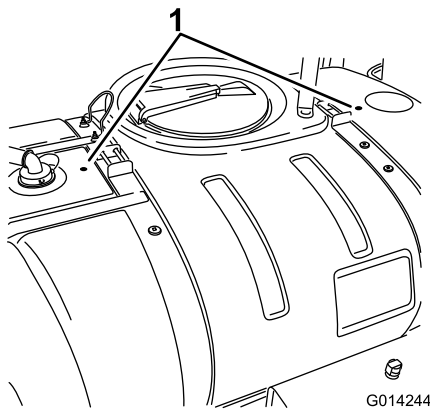

Figura 11
- Localice las dos marcas de perforación en el depósito principal (Figura 11).